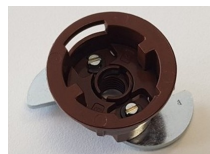

рис.3
- Примеры шпонок, подходящих для такого вида работ, см. рис. 3.**